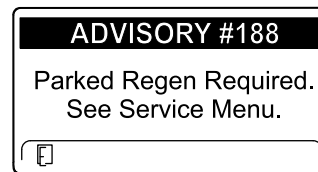

Figure 36
- ADVISORY #188 (avis n° 188), demande de régénération en stationnement, affiché (Figure 36)